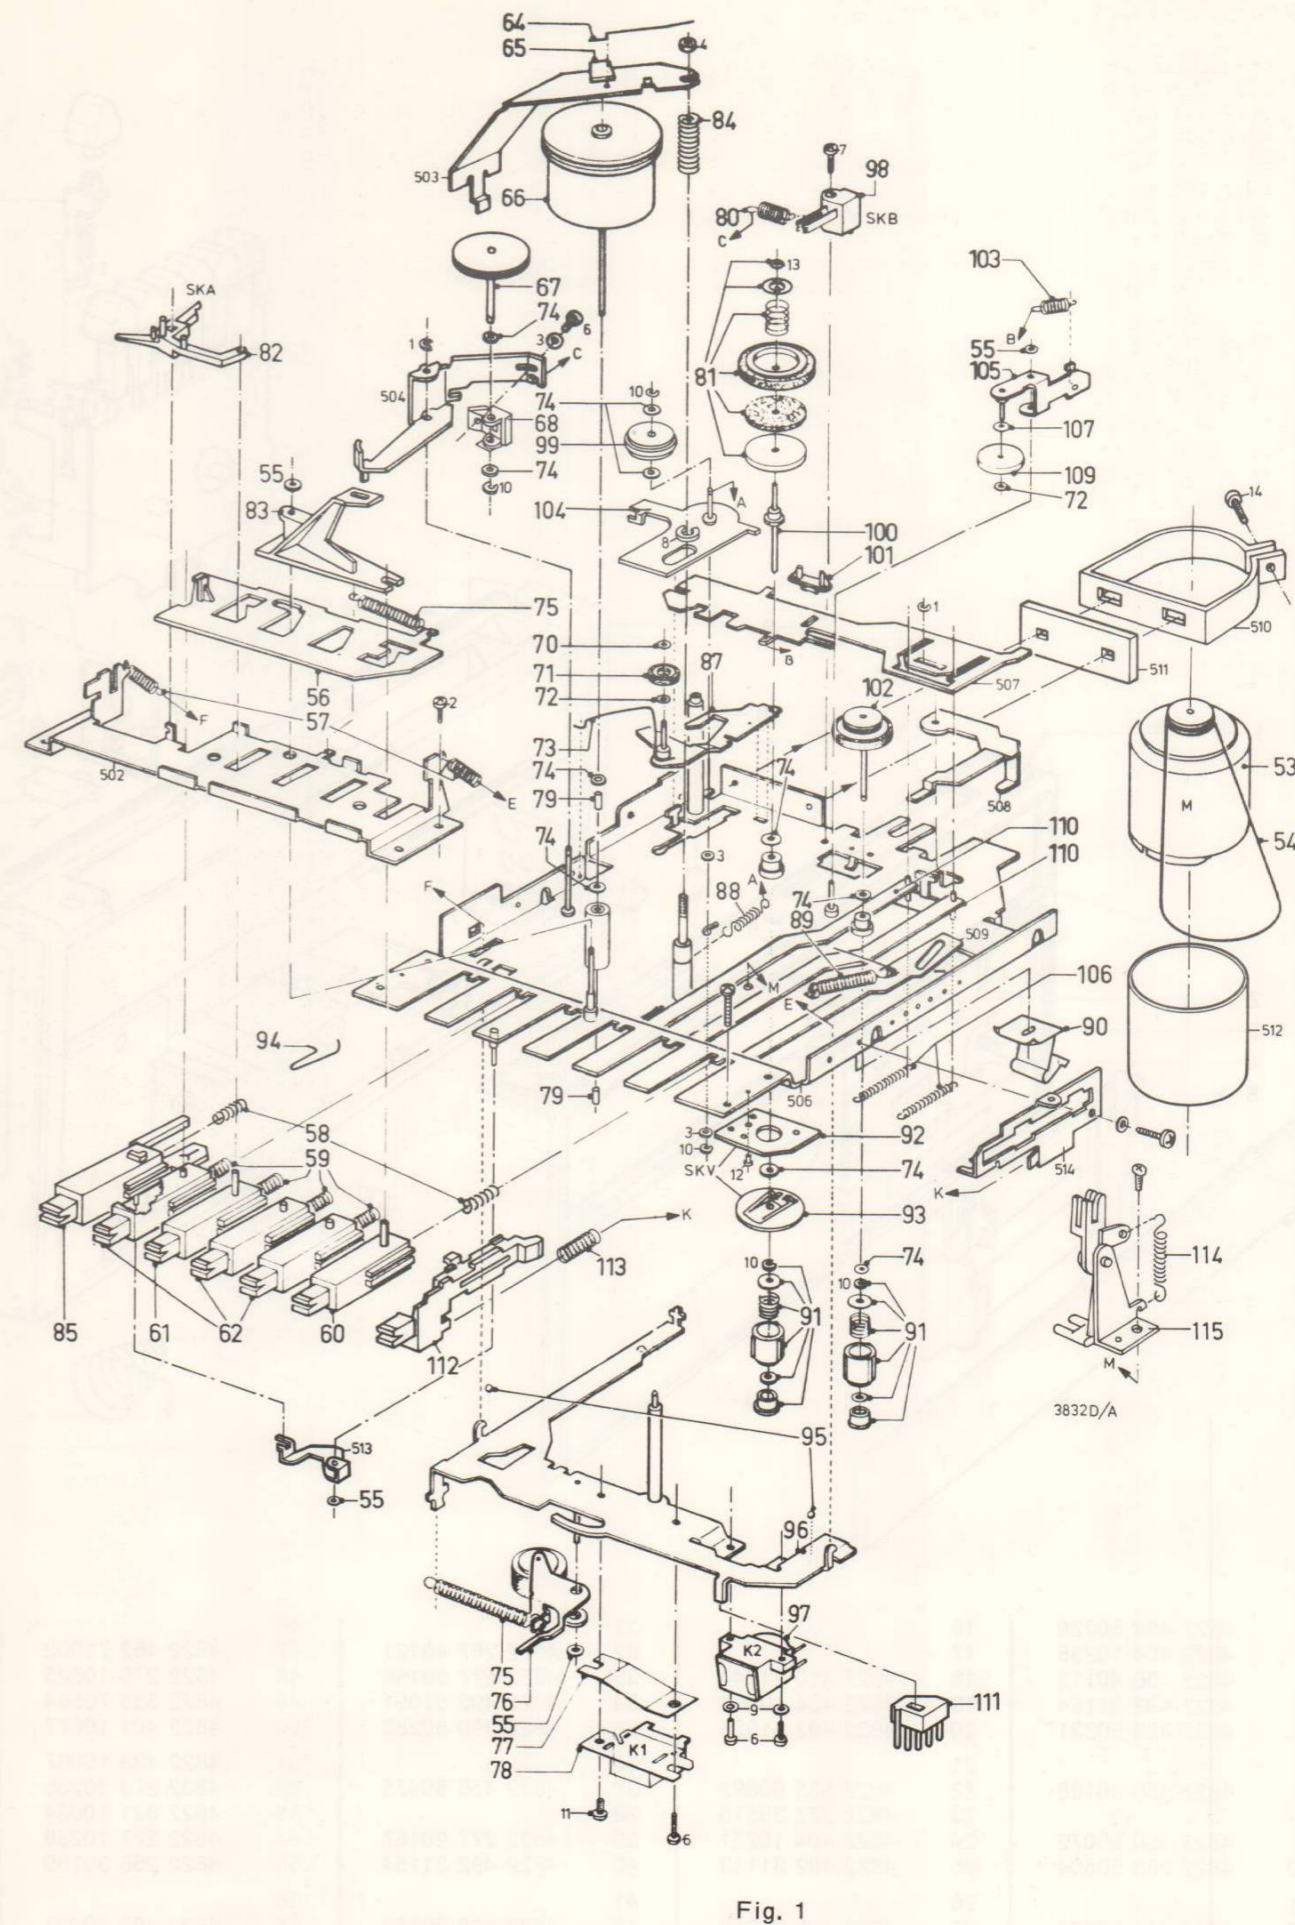

Fig. 1
2. Regolazione della staffa della testina 96, fig. 1 e 2
3. Regolazione della staffa 507, fig. 1
6. Controllo della trazione della frizione di avvolgimento 81, fig. 1